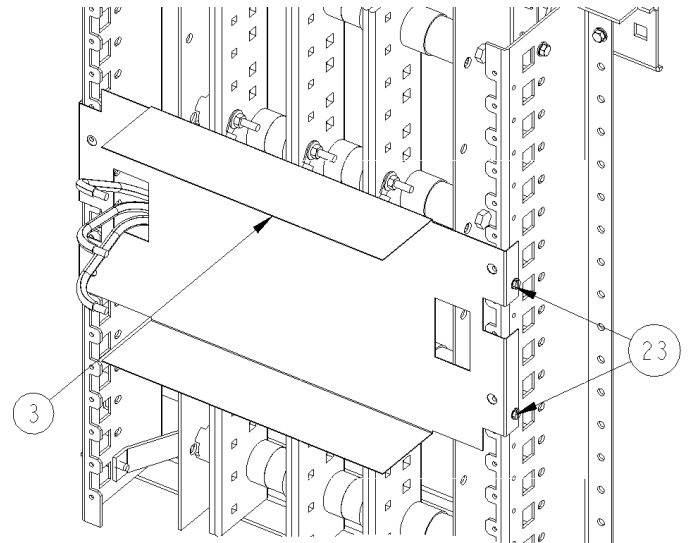

Figure 7. Installation de la barrière.
3. Installer la barrière. Diriger les assemblages de câble à travers les trous rectangulaires dans la barrière [3]. Fixer la barrière au côté du rail "Z" avec des vis autotaraudeuses $10-32 \times 7/16"$ [23], comme montré à la Figure 7 et serrer à 22 po.-lb.